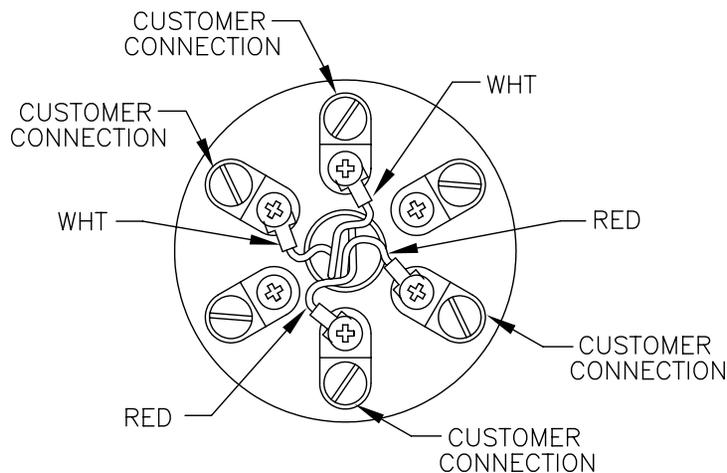

Рис. 6 (Клеммная колодка RTD)
6. Соберите и установите резистивный датчик температуры (RTD), следуя инструкциям, прилагаемым к комплекту поставки RTD. Подсоедините электропроводку RTD к устройству, следуя местным нормам и правилам. Дополнительную информацию см. на стр. 7. Подключение электропроводки см. также на рис. 6 и 9.